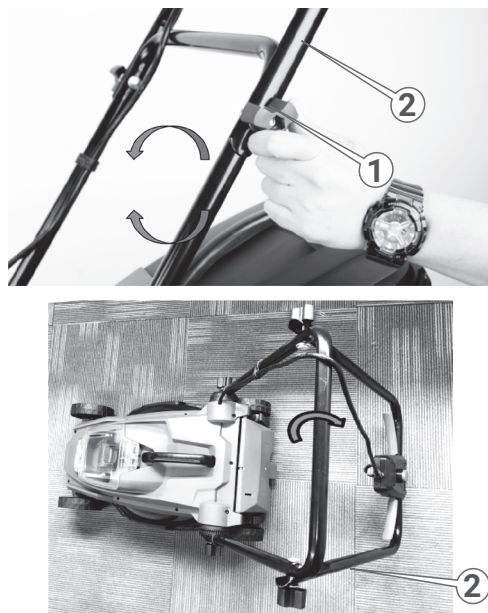

Рисунок 2. Схема складання та регулювання висоти руків'я.
4. З'єднати складові частини руків'я між собою (рисунок 2), зафіксувати частини руків'я фіксаторами з комплекту виробу, встановити і зафіксувати руків'я на корпусі виробу.
– послабити фіксатори регулювання висоти руків'я (1, рис. 2) з обох боків виробу, повернувши їх проти руху годинникової стрілки;
– міцно утримуючи нижнє руків'я (2, рис. 2), встановити його в потрібне положення.
5. За своєю конструкцією руків'я може складатися та розкладатися. Для цього – послабити фіксатор руків'я, виконати складання чи розкладання (рис. 2), та зафіксувати положення руків'я фіксатором.